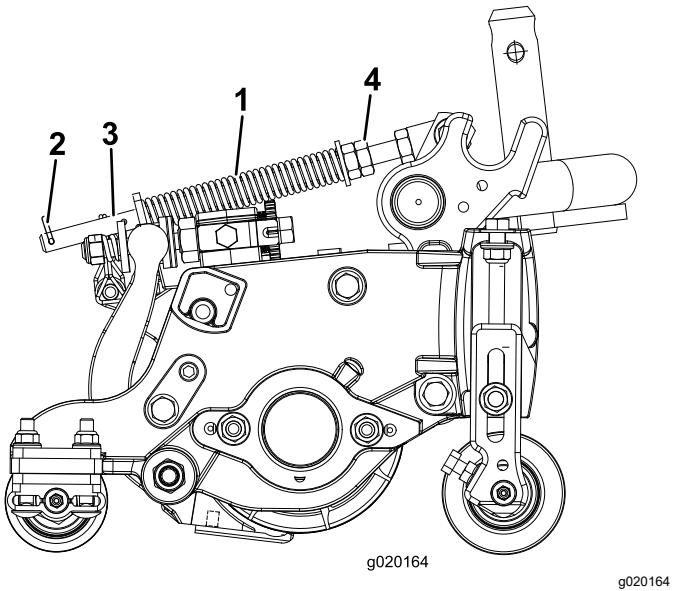

Рисунок 14
Пружина компенсации состояния грунта (Рисунок 14) переносит вес с переднего на задний каток. Это препятствует образованию на грунте волнообразных неровностей (так называемых «волн» или «трясков»).
6. Убедитесь, что игольчатый шплинт вставлен в заднее отверстие штока пружины (Рисунок 14).
7. Затяните шестигранные гайки в передней части штока пружины так, чтобы длина сжатой пружины (Рисунок 14) составляла 12,7 см на машине с 5-дюймовыми режущими блоками или 15,8 см на машине с 7-дюймовыми режущими блоками.